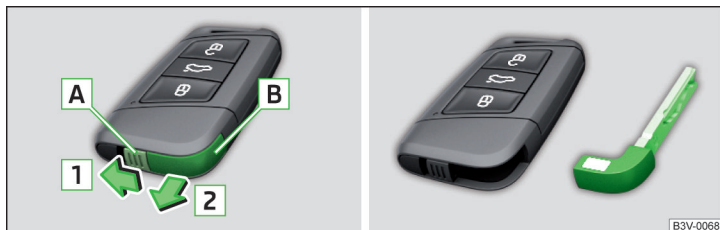

Fig. 52 Cheia KESSY
- Deblocați elementul de fixare A în sensul săgeții 1 » fig. 52.